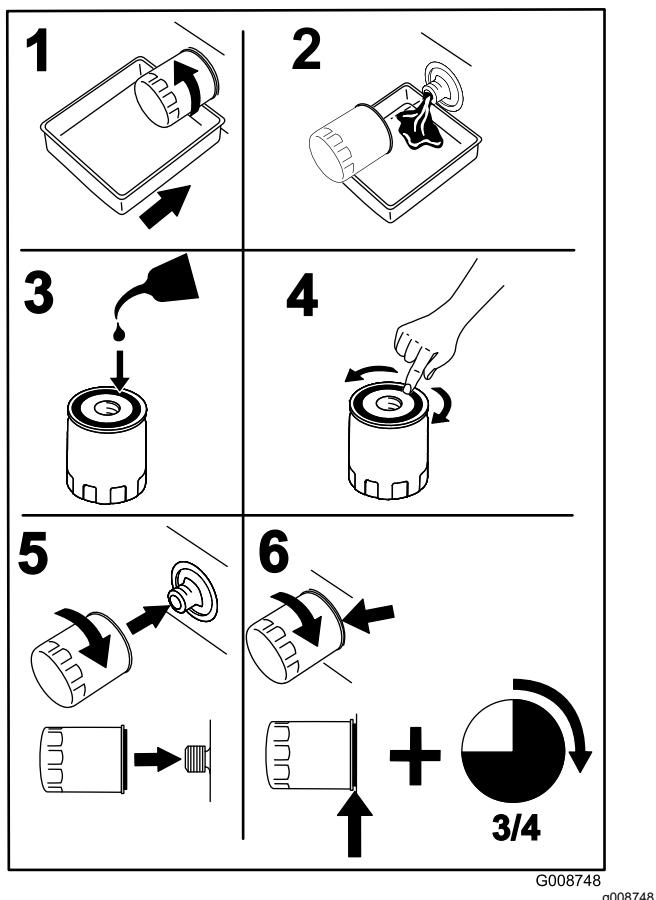

Figura 39
4. Coloque un recipiente debajo del filtro de aceite, y gire el filtro en sentido antihorario para retirarlo (Figura 39).